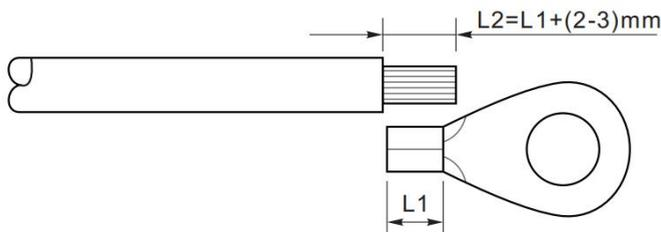

Abbildung 5-2 Anleitung für den Erdungsanschluss (1)
Schritt 1: Entfernen Sie die Isolierschicht in angemessener Länge mit einer Abisolierzange (siehe Abbildung 5-2)).